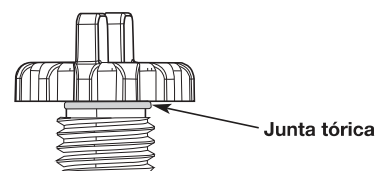

Fig. 21
5. Compruebe que la junta tórica esté colocada en el tapón (Fig. 21).
7. Compruebe que la junta tórica esté colocada en el tapón (Fig. 21).